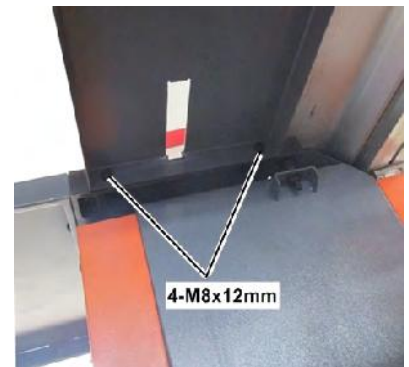

Abb. 6
d) hinteren Arbeitstisch anschrauben (Abb. 6)